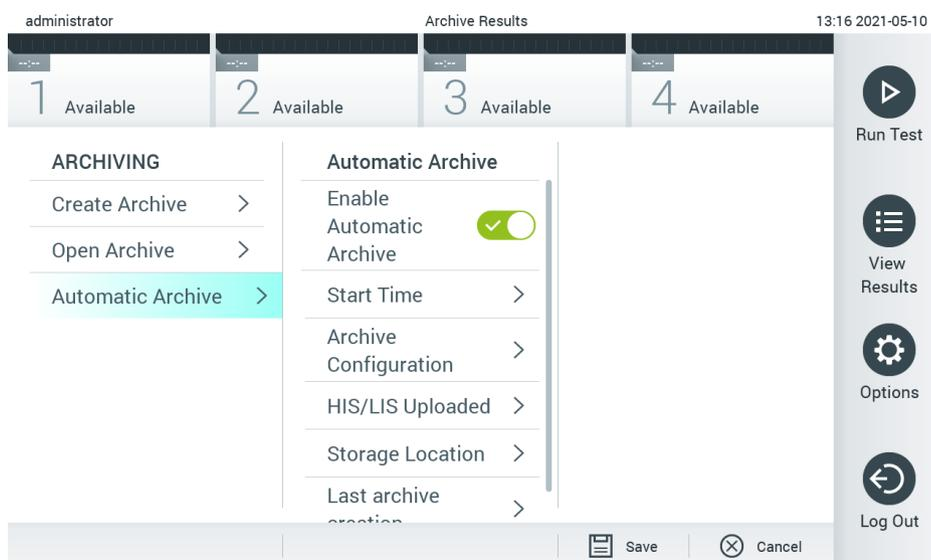

Figura 58. Opções do arquivo automático.
2. Pressione **Automatic Archive** (Arquivo automático) e habilite o recurso (Figura 58).